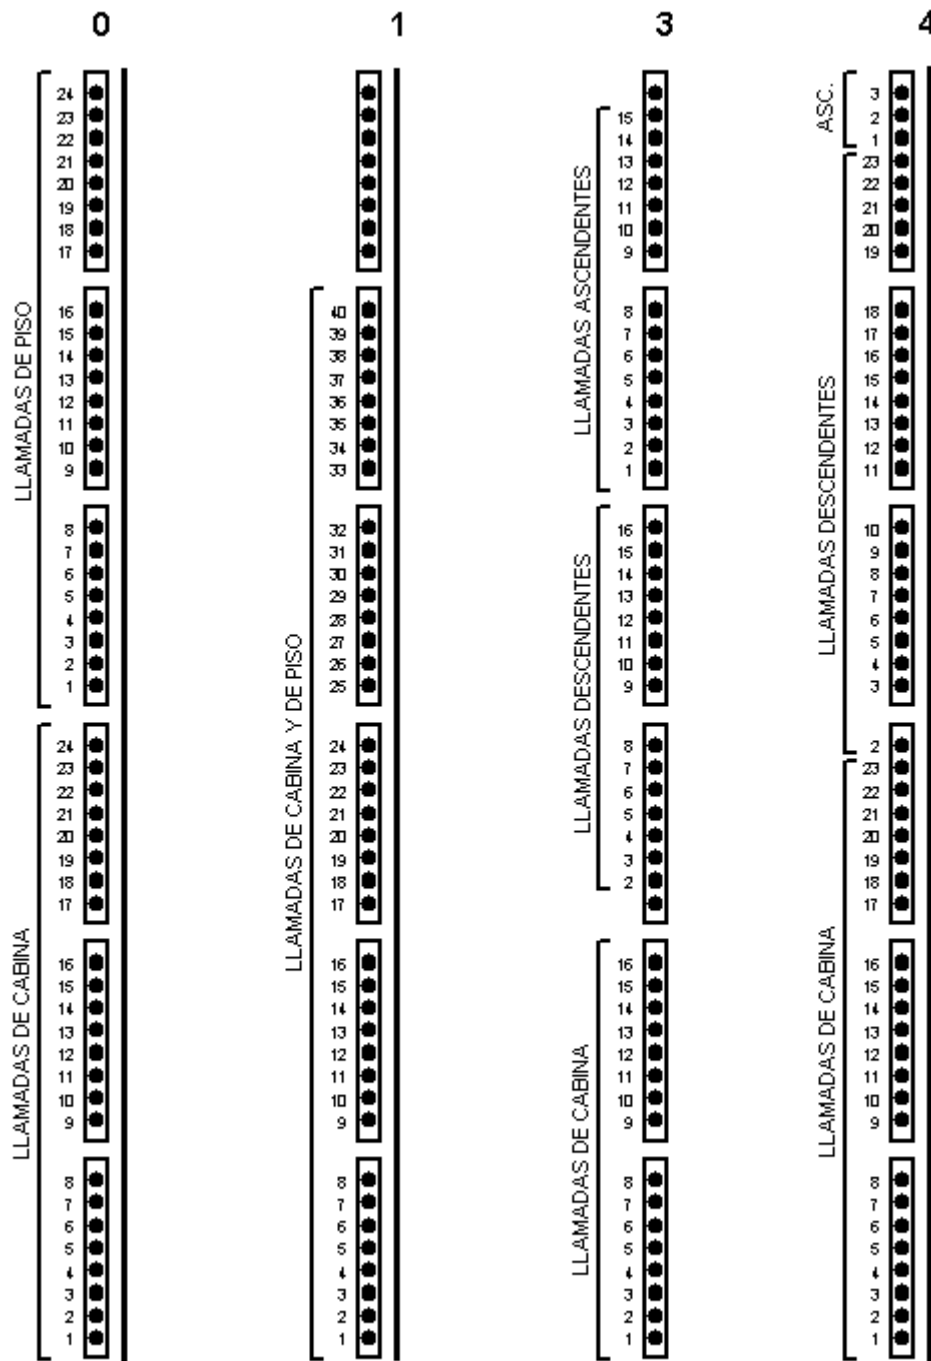
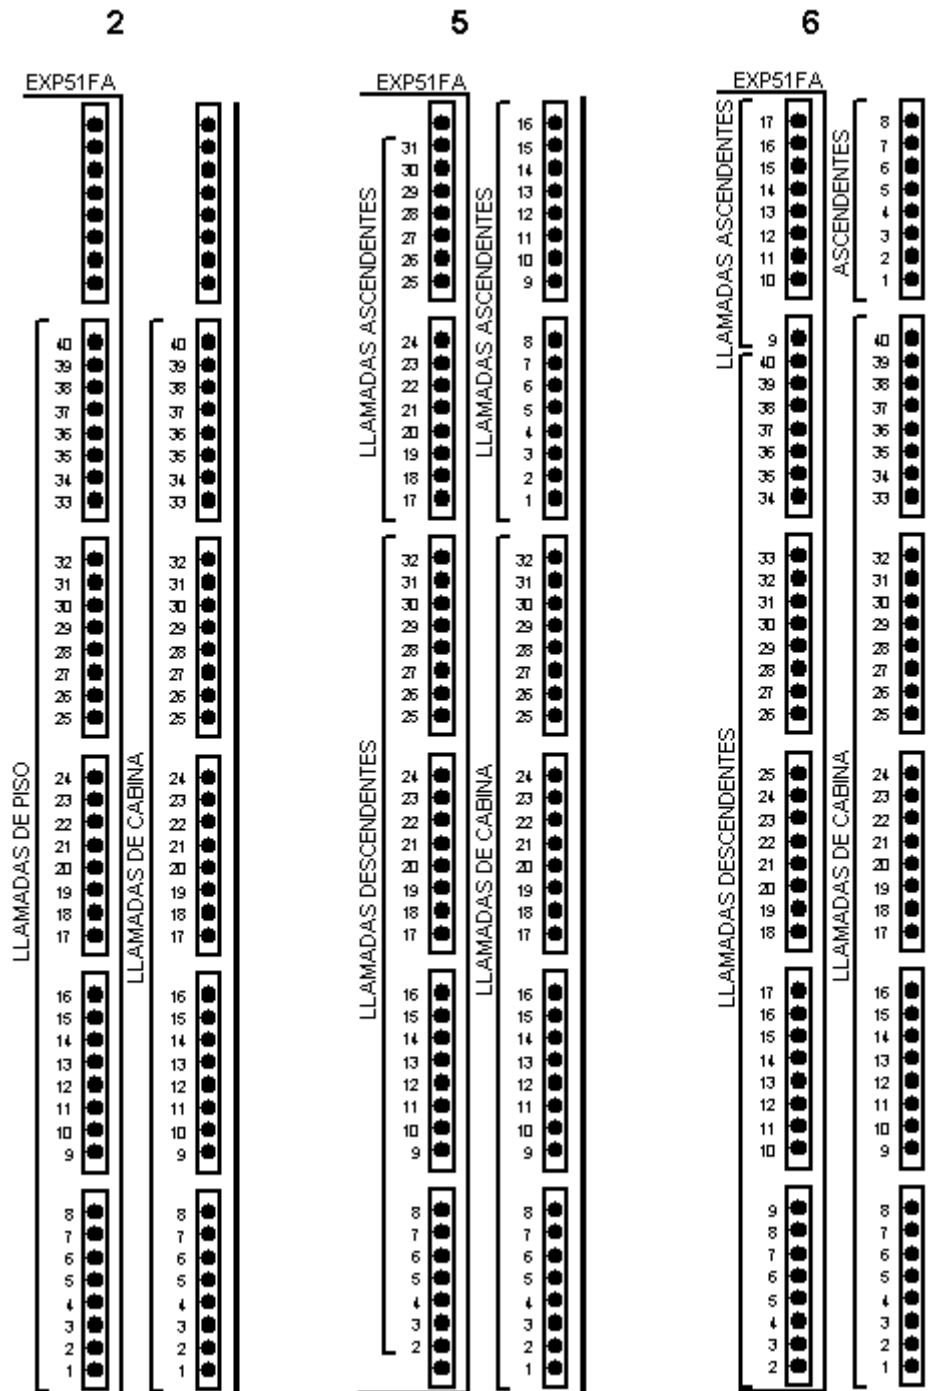

Figura 32
Figura 33
- Configuración de terminales de llamadas (Tabla 2). La Figura 32 muestra las configuraciones que no requieren expansión EXP51FB. La Figura 33 muestra las configuraciones que requieren expansión EXP51FB.